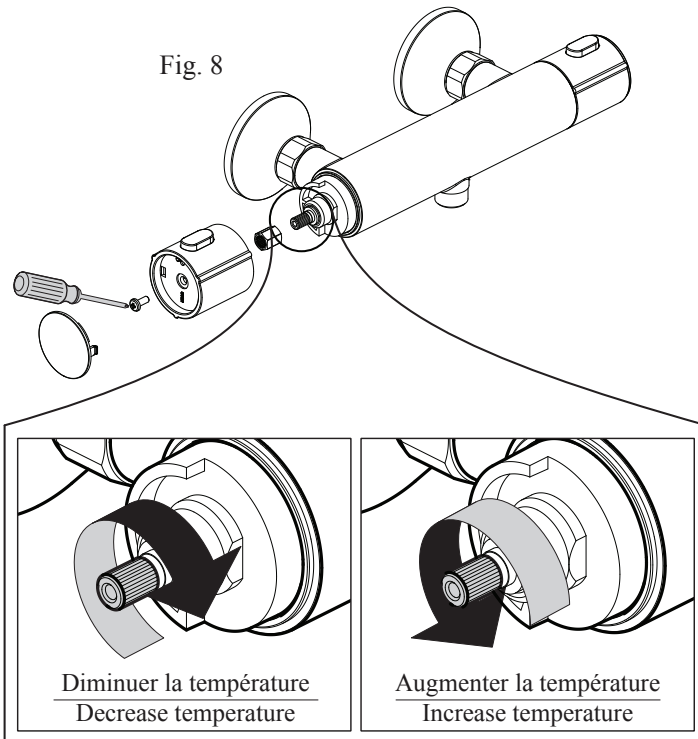

Fig. 8.1
- Tourner légèrement le pignon dentelé selon la température désirée (sens horaire pour diminuer la température, anti-horaire pour augmenter) Fig. 8.1.
- To change the temp. adjustment, turn the cartridge stems (clockwise to decrease temperature, counterclockwise to increase) Fig. 8.1.